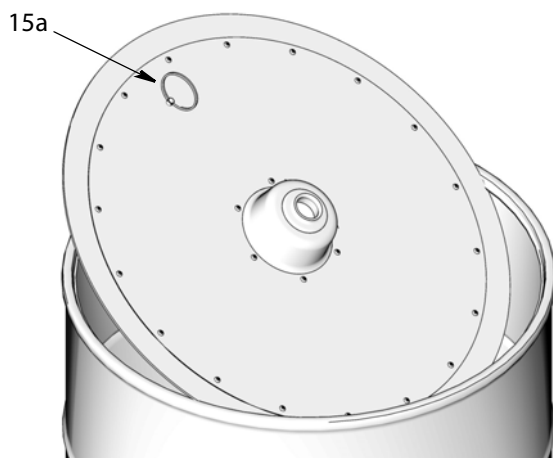

Рис. 25
4. Если это уже имеющаяся установка, вытолкните из бочки кольцо упорной пластины (15а), чтобы снять саму упорную пластину (15) (Рис. 25). Поместите упорную пластину на чистую бумагу, картон или чистые куски ткани. **НЕ КЛАДИТЕ ЕЕ ПРЯМО НА ПОЛ.**